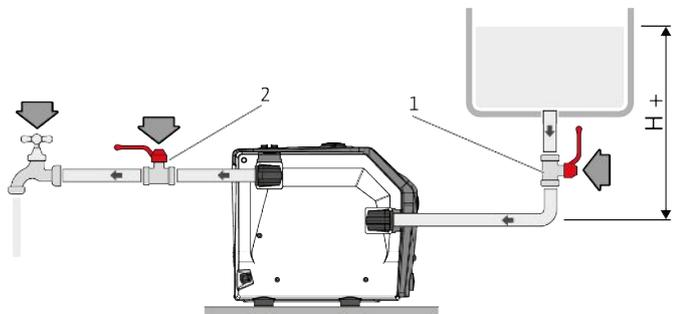
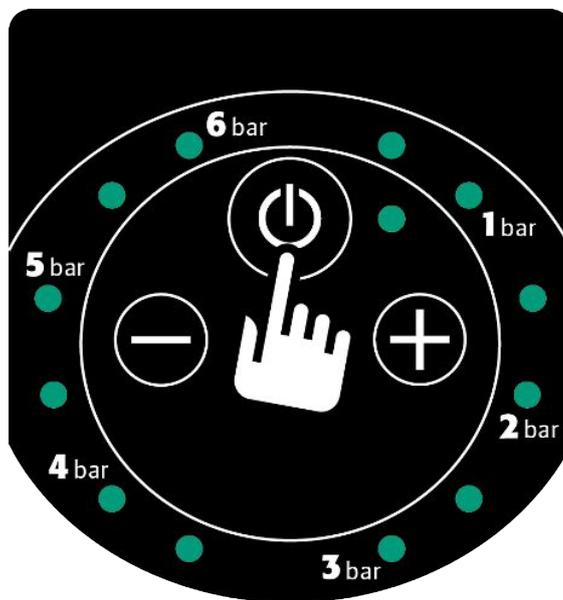

Fig. 8: Funcionamiento de carga
Fig. 11: Tecla de mando ON/OFF
1. Cuando el producto está instalado en modo de carga (Fig. 8), pulse 1 vez la tecla de mando ON/OFF (Fig. 11).
2. Pulse la tecla de mando «ON/OFF» del panel de control (Fig. 11).